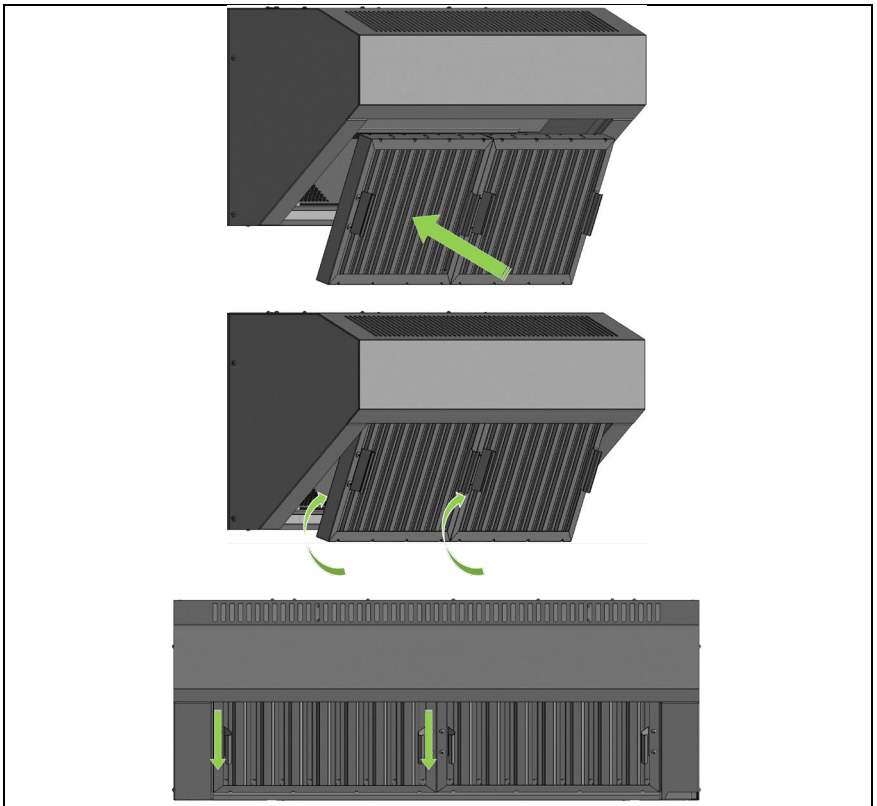

Abb. 14: Montage Fettfilter
10. Die Flammenschutzfilter einlegen. (Abb. 14)